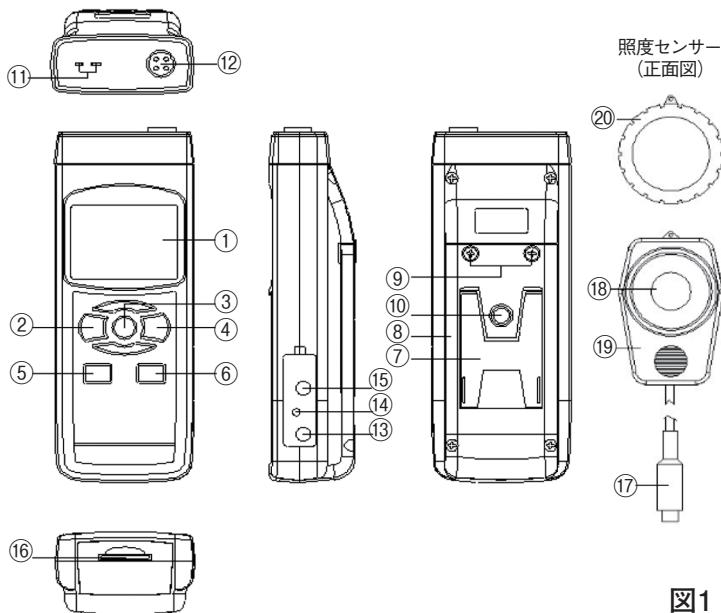

図1
まず初めに、データロガー等の機能を有効にするために、現在時刻等の設定等を行う必要があります。POWER(電源)ボタン(②、図1)を押して、本器の電源を入れます。また、このボタンを2秒以上長押しすると電源が切れます。
電源を入れた状態でSETボタン(⑤、図1)を2秒以上長押しすると「SET dAtE」と表示部(①、図1)に表示され、「初期設定」モードに入ります。そしてNEXTボタン(③、図1)を一回ずつ押す毎に下記の7つの設定画面に切り替わります。
備考:「初期設定」機能を実行中にESCボタン(②、図1)を押すと、「初期設定」機能が終了し、通常測定画面に戻ります。
(1) ENTERボタン(④、図1)を1回押します。▲ボタン(⑥、図1)または▼ボタン(⑤、図1)を押して、値を調整してください。希望する値を設定し、再度ENTERボタン(④、図1)を一度押すごとに、次の値の調整に移ります。最初に年(yy)の値を設定し、次に月(mm)の値を設定し、さらに日(dd)、時間(h)、分(m)、秒(s)へと移行します。
(2) 最後に、ENTERボタン(④、図1)を一回押します。
- (1)▲ボタン(⑥、図1)または▼ボタン(⑤、図1)を使用して上段に表示されるテキストを「bASIC」または「Euro」に設定します。
- (2)最後に、ENTERボタン(④、図1)を押します。
- (1)▲ボタン(⑥、図1)または▼ボタン(⑤、図1)を使用して上段に表示されるテキストを「yES」または「no」に設定します。
(2) 最後に、ENTERボタン(④、図1)を押します。
- (1) ▲ボタン(⑥、図1)または▼ボタン(⑤、図1)を使用して表示部(①、図1)左下に表示される値を「K」または「J」に設定してください。
- (1) ▲ボタン(⑥、図1)または▼ボタン(⑤、図1)を使用して下記のいずれかの値に設定します。
(2) 最後に、ENTERボタン(④、図1)を一度押します。
(1)▲ボタン(⑥、図1)または▼ボタン(⑤、図1)を押して、上段に表示されるテキストを「yES」または「no」に設定してください。
(2)上の値を「yES」に設定し、ENTERボタン(④、図1)をもう一度押すと、画面には「yES Ent」というテキストが表示されるので、本当にSDカードのフォーマットを実行する場合はもう一度ENTERボタン(④、図1)を押し、確定してください。SDカードのフォーマットが行われ、SDカードに保存されている既存のデータが消去されます。
上の値を「no」に設定し、ENTERボタン(④、図1)を押した場合、SDカードはフォーマットされません。
(1)POWER(電源)ボタン(②、図1)を押して本器の電源を入れます。
FUNC.ボタン(③、図1)を長押しすると、以下の測定モードに順番に切り替わります。
- (1)POWER(電源)ボタン(②、図1)を押して、本器の電源を入れます。
- (2)測定モードを "tP" (K/Jタイプ熱電対センサーによる測定)に切り替えます。
- (3)別売のK熱電対センサー又はJ熱電対センサーのミニチュアコネクターをK/Jタイプ熱電対センサー用コネクターソケット(⑪、図1)に差し込みます。
- (4)センサーの感部を測定対象にかざし(または、センサーの用途により直接接触させたり突き刺す場合もある)、表示部(①、図1)の測定値が安定したら数値を読み取ります。
- (2)測定モードを "LigHt" (照度測定)に切り替えます。
- (3)プローブプラグ(⑯、図1)をプローブソケット(⑰、図1)に差し込みます。
- (4)照度センサーへッド(⑱、図1)を手で持ち、センサーカバー(⑲、図1)を外し、照度センサー(⑲、図1)を測定対象の光源に対して垂直にかざします。表示部(①、図1)に測定した照度の値が表示されますので、安定したところで数値を読み取ります。
照度センサー(⑲、図1)にセンサーキャップ(⑳、図1)をかぶせて完全に覆い、表示部(①、図1)の値がゼロでない場合、照度センサー(⑲、図1)にセンサーキャップ(⑳、図1)をかぶせたまま、Zeroボタン(⑶、図1)を長押しすると測定値が"0"に調整されます。
測定中に、HOLDボタン(③、図1)を一度押すと、表示部(①、図1)に「HOLD」記号が表示され、測定値が保持されます。HOLDボタン(③、図1)をもう一度押すと、表示部(①、図1)の「HOLD」表示が消灯し、ホールド機能が解除されます。
- (1) 本器は、最大と最小の読み取り値を記録することができます。RECボタン(④、図1)を押すと、データのメモリを開始し、画面に「REC」記号が表示されます。
- (2) 表示部(①、図1)に「REC」記号が表示された状態で
- a. RECボタン(④、図1)を一度押すと、「REC MAX」記号が最大値と共に表示部(①、図1)に表示されます。最大値を削除する場合は、HOLDボタン(③、図1)を押すと、表示部(①、図1)に「REC」記号のみが表示され、メモリを継続します。
- b. RECボタン(④、図1)をもう一度押すと、「REC MIN」記号が最小値と共に表示部(①、図1)に表示されます。最小値を削除する場合は、HOLDボタン(③、図1)を押すと表示部(①、図1)に「REC」記号のみが表示され、メモリを継続します。